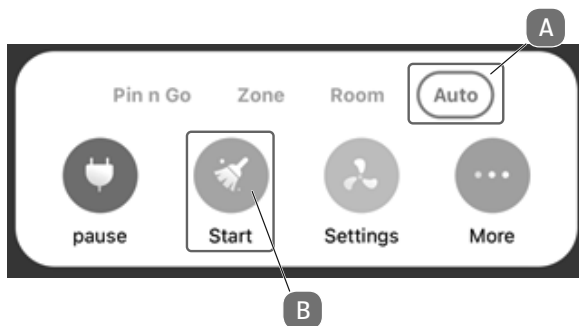

Fig. 14
- ▶ Para crear un mapa de sus dependencias, el robot debe iniciar un trayecto de reconocimiento. Para ello, haga clic según se muestra en la **fig. 14** en el MODO AUTOMÁTICO (A) en INICIO (B).